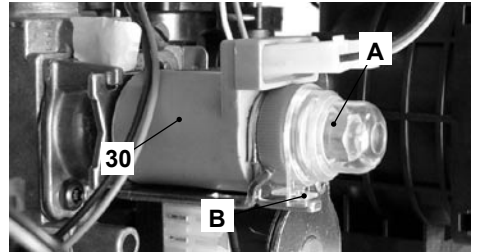

Fig. 7.2
- Retire la funda de protección "A" del operador modulante 30 en Fig. 7.2 girándola en sentido horario para liberarla del bloqueo "B" y haciendo palanca con un destornillador plano en la ranura.
- Vuelva a montar la funda de protección "A" Fig. 7.2